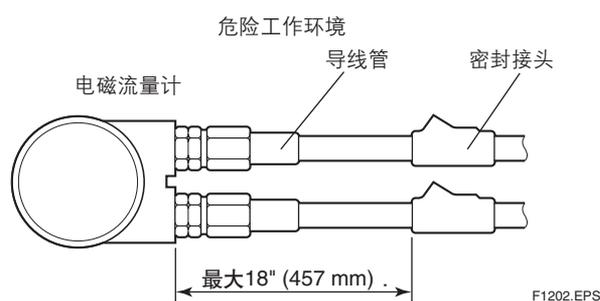

图12.2.1 导线管走线
- 在危险工作环境中，如图12.2.1所示，导线放在导线管内。